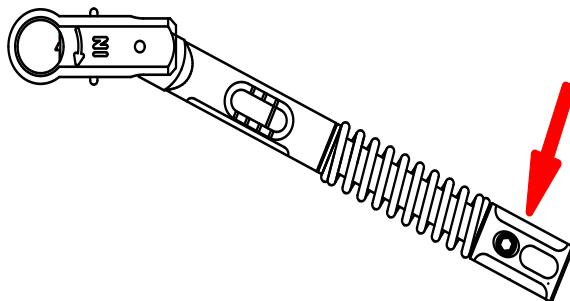

Рис. 2
- Точка нажатия для точного срабатывания крутящего момента находится исключительно на ручке регулировочной гайки (см. стрелку на **рис. 2.**)